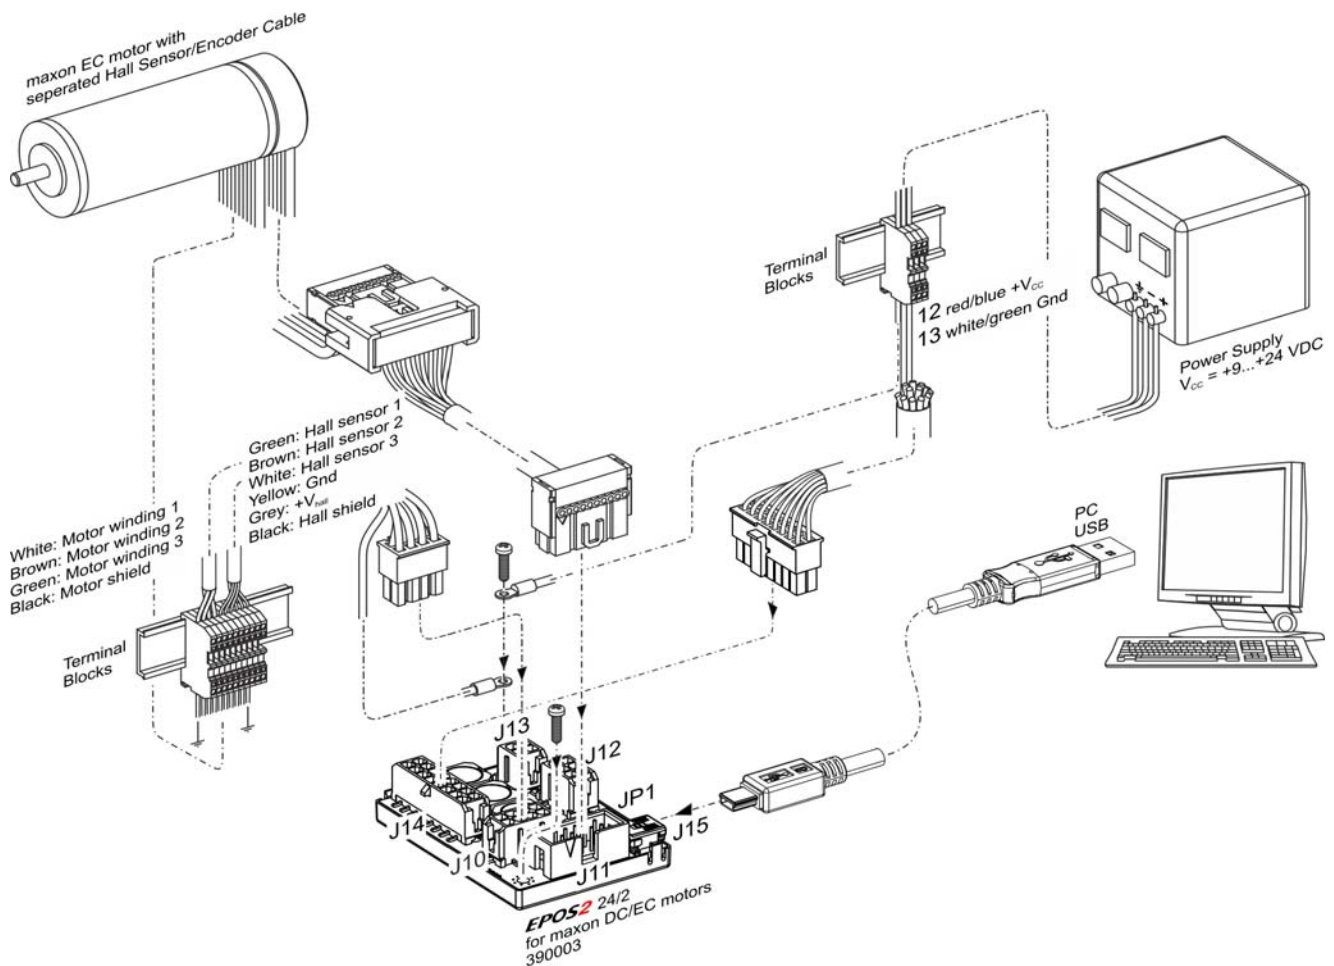

図 3-6 最小限の配線: maxon EC motor (モータ巻線とホールセンサ・ケーブルが別々の EC モータ)
- 2) 下表および下図をご参考に配線作業を行って下さい。(→ 表 3-9 および 図 3-6).